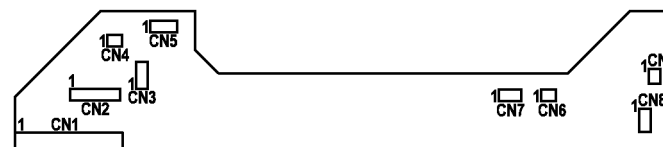

Рисунок 3 PWB интерфейса PCM
Подсоедините красный щуп мультиметра к CN2-4 PWB интерфейса PCM (Рисунок 3). **Величина сопротивления не более 5 Ом.**
- Подсоедините красный щуп мультиметра к CN1-14 или 15 PWB интерфейса PCM (Рисунок 3).
Подсоедините красный щуп мультиметра к CN2-5 PWB интерфейса PCM (Рисунок 3). **Величина сопротивления не более 5 Ом.**